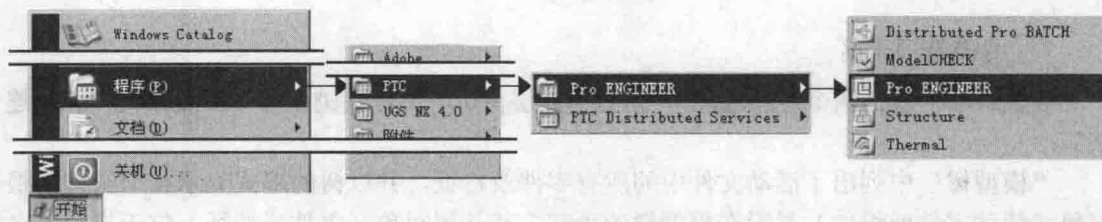

图 1.3.1 Windows “开始”菜单
Step2 如图 1.3.1 所示，选择 **程序(P)** → **PTC** → **Pro ENGINEER** → **Pro ENGINEER** 命令，系统便进入 Pro/ENGINEER 软件环境。